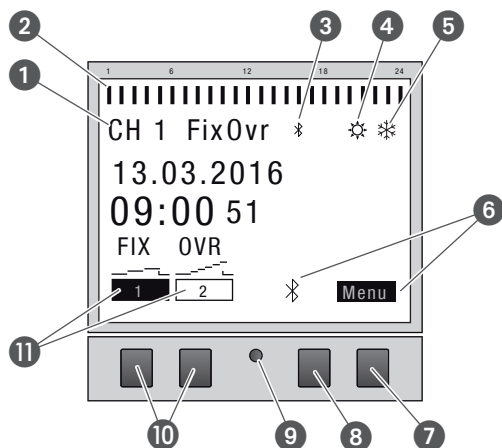

Fig. 2: Skjermens oppbygning
- ② Programmerte koblingstider
- ③ Bluetooth
- ④ Sommertid
- ⑤ Vintertid
- ⑥ Funksjonsvisninger på høyre taster
- ⑦ Menytast
- ⑧ Bluetooth-tast
- ⑨ Tilbakestillingsknapp
- ⑩ Venstre taster
- ⑪ Funksjonsvisninger på venstre taster
Funksjonsvisninger på de to høyre tastene (Fig. 2/⑦ + ⑧)
Funksjonsvisninger på de to venstre tastene (Fig. 2/10)